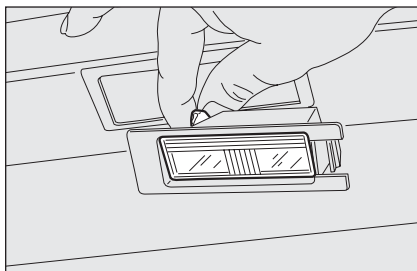

fig. 25
- sostituire la lampada **fig. 25** svincolandola dai contatti laterali accertandosi che la nuova lampada risulti correttamente bloccata tra i contatti stessi;